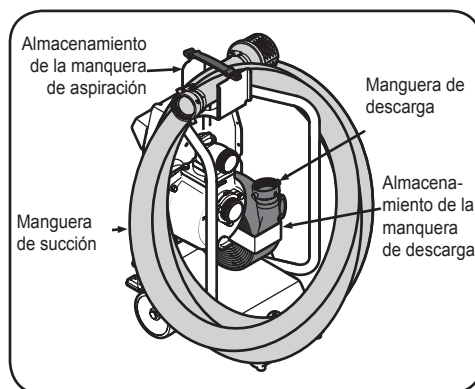

Figura 5-2
1. Asegúrese de vaciar toda el agua de la manguera de aspiración y guárdela en su lugar de almacenamiento. Vea la Figura 5-2:
2. Asegúrese de vaciar toda el agua de la manguera de descarga enrollándola aplanada. Luego guarde la manguera de descarga en su lugar de almacenamiento. Vea la Figura 5-2: